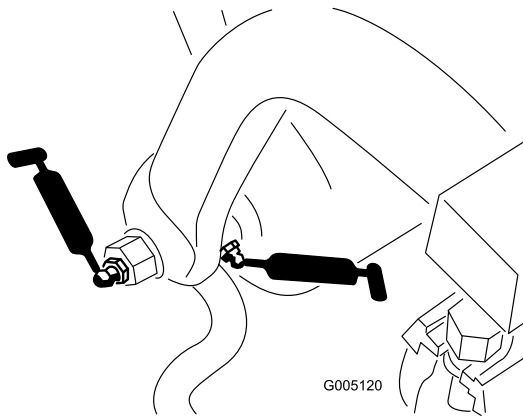

**Figura 41**
- Pivote del brazo de elevación (3) y bisagra del pivote (3) (Figura 41)